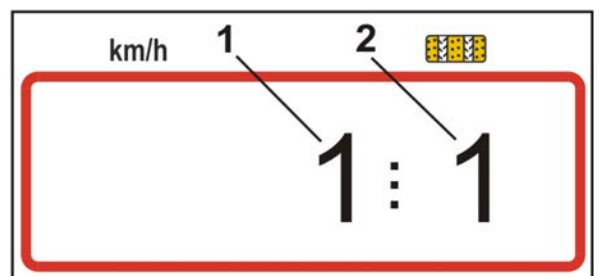

Fig. 73
2. Sett traktoren i startposisjon (Fig. 73) og såmaskinen i arbeidsstilling (avbryt eventuelt såkorndoseringen).